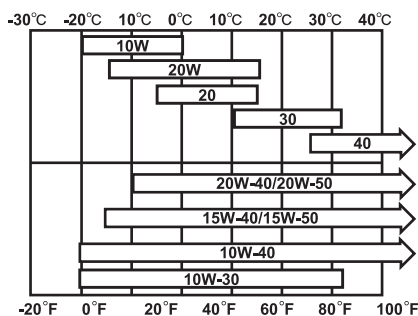

Afb. 7
1. Verwijder de oliedop (U), verwijder de peilstok, en steek hem terug zonder hem vast te schroeven. (Zie afb. 7)
2. Verwijder de oliedop (U), en controleer dat het olieniveau tussen de twee strepen op de peilstok is.
4. Sluit de oliedop (U) stevig na de controle.